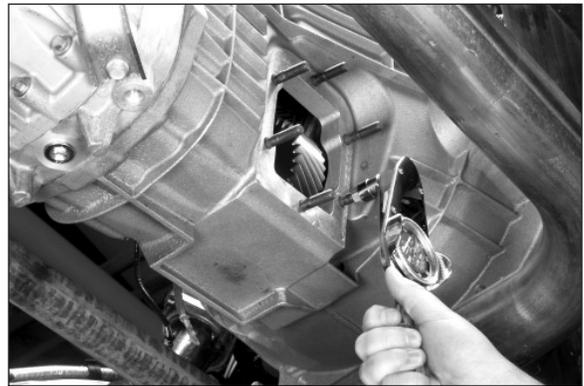

Fig. 3
4. Instale los seis remaches y apriete a 23-26 Nm [17-19 libras-pie] (Fig. 3).